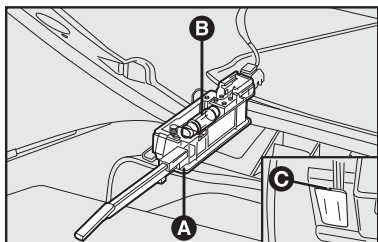

fig. 38
- abrir o porta-luvas, depois, extraia a plafoniera **A-fig. 38** atuando na extremidade da lente **C-fig. 38** com uma chave de fenda;
- substituir a lâmpada **B-fig. 38**, liberando-a dos contatos laterais e certificando-se que a nova lâmpada esteja corretamente bloqueada entre os contatos.